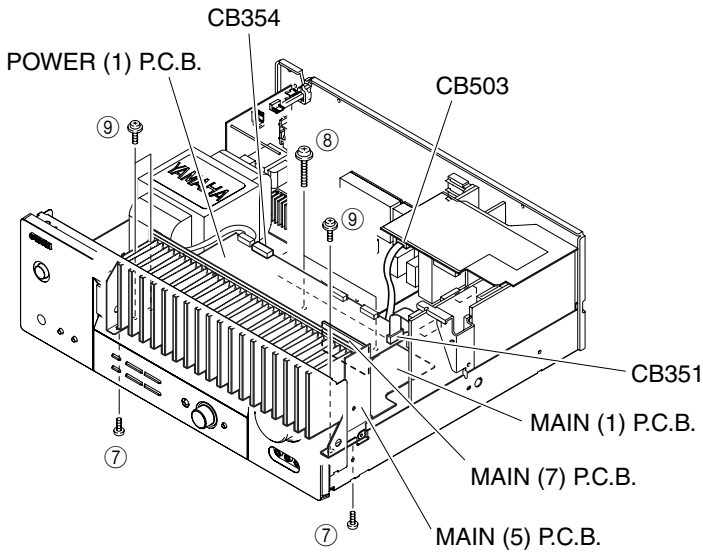

Fig. 5
5. Removal of MAIN (1), MAIN (5), MAIN (7) and POWER (1) P.C.B.s
- Remove CB351, CB354 and CB503. (Fig. 5)
- Remove 2 screws (7), 2 screws (8) and 3 screws (9). (Fig. 5)
- Remove MAIN (1), MAIN (5), MAIN (7) and POWER (1) P.C.B.s.. (Fig. 5)
5. MAIN (1)、MAIN (5)、MAIN (7)、POWER (1) P.C.B.の外し方
- CB351、CB354、CB503を外します。(Fig. 5)
- ⑦のネジ2本、⑧のネジ2本、⑨のネジ3本を外します。(Fig. 5)
- MAIN (1)、MAIN (5)、MAIN (7)、POWER (1) P.C.B.を取り外します。(Fig. 5)